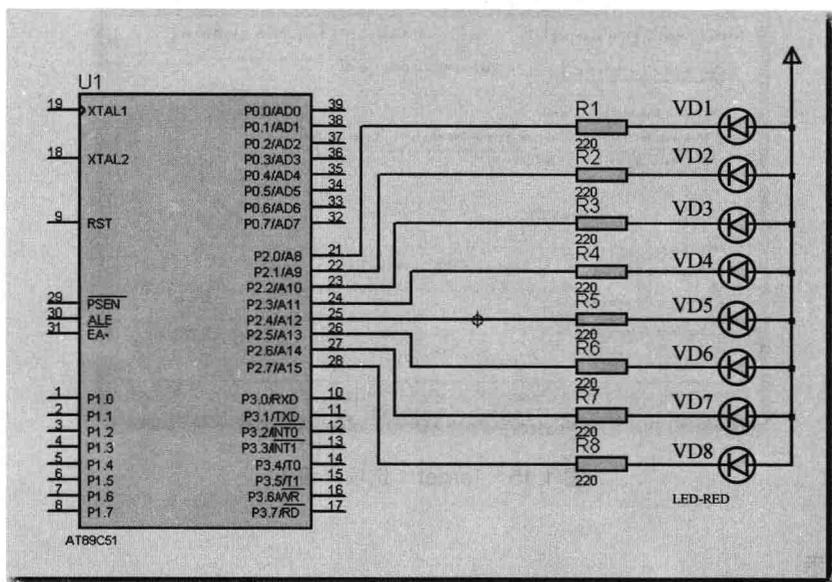

图 1.18 电路图
- (1) 利用 Proteus 完成图 1.18 所示电路图的绘制。
- (2) 利用 Keil 生成的 HEX 文件在 Proteus 中仿真并观察实验现象。
结合图 1.18，介绍该软件的操作步骤。
- (1) 根据图 1.18 所示，列出所需元器件清单，见表 1-1。
然后, 如(5)、(6)、(7)一样放置元器件并连线, 并最终完成, 如图 1.18 所示。